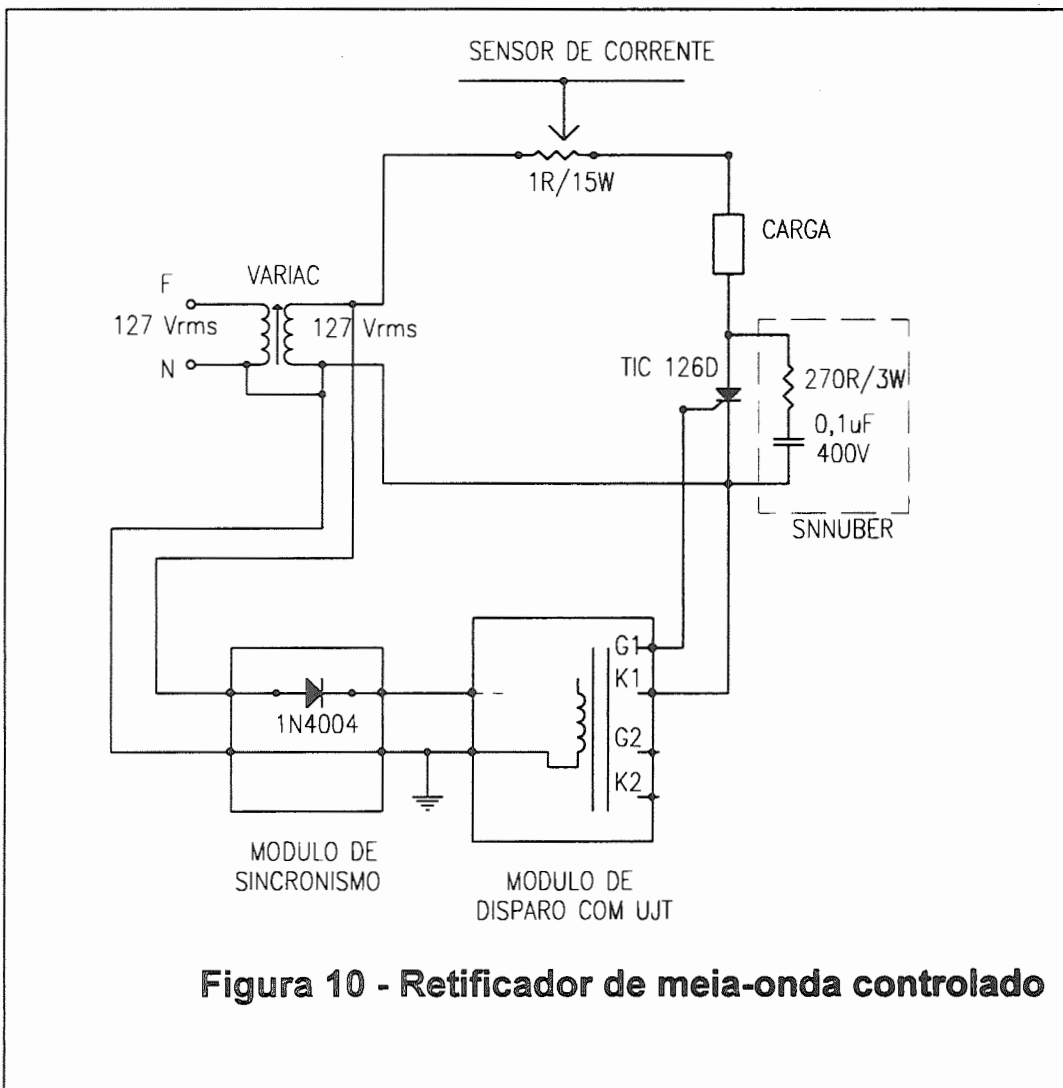

Figura 10 - Retificador de meia-onda controlado
1. Monte o circuito da figura 10 (Retificador de Meia-Onda Controlado), primeiro com carga resistiva (banco de lâmpadas), e depois com carga indutiva (banco de lâmpadas + indutor).